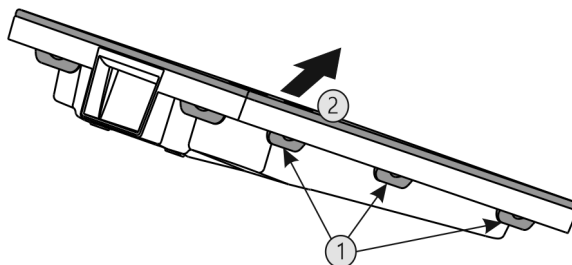

Fig. 61
- Premere una dopo l'altra tutte le linguette Fig. 61 (1) e rimuovere la copertura Fig. 61 (2).